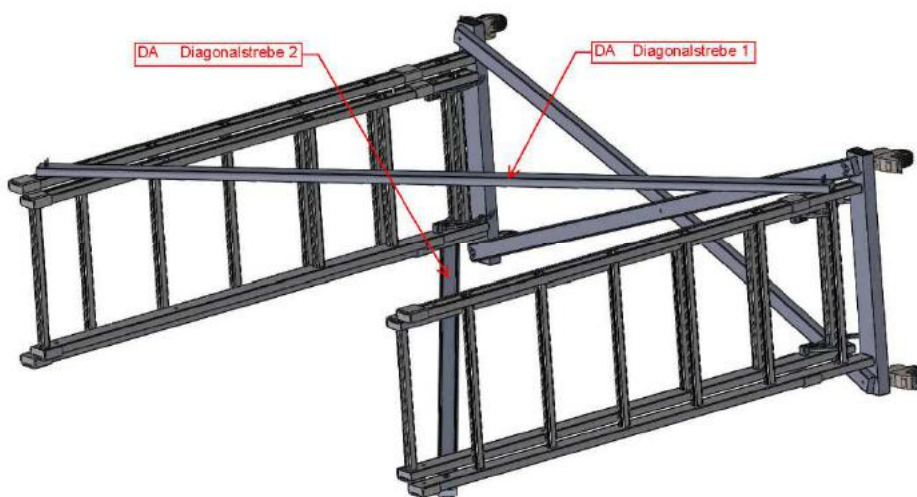

Bild 3
- 3.) Außenleitern mit den Diagonalstreben (DA) wechselseitig von außen mit den Holmen verschrauben. Bild 3